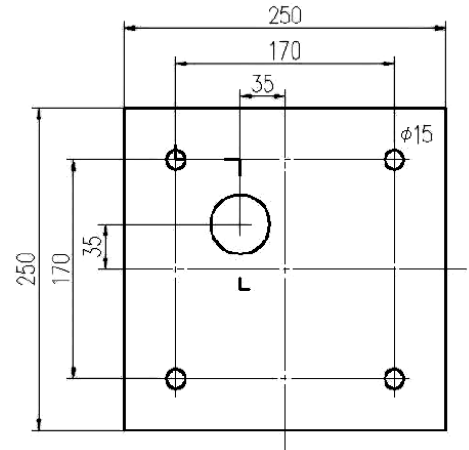

図1
- ①図1を参考に、車輻の平らな場所に穴を4箇所開けてください。
- ②開けた穴とベースの穴を合わせて、ボルトを通し、平ワッシャ、スプリングワッシャ、ナット等で確実に車輻と固定してください。
- ③締め付け後に、クレーンのベースが水平になっている事、確実に固定されている事を確認してください。